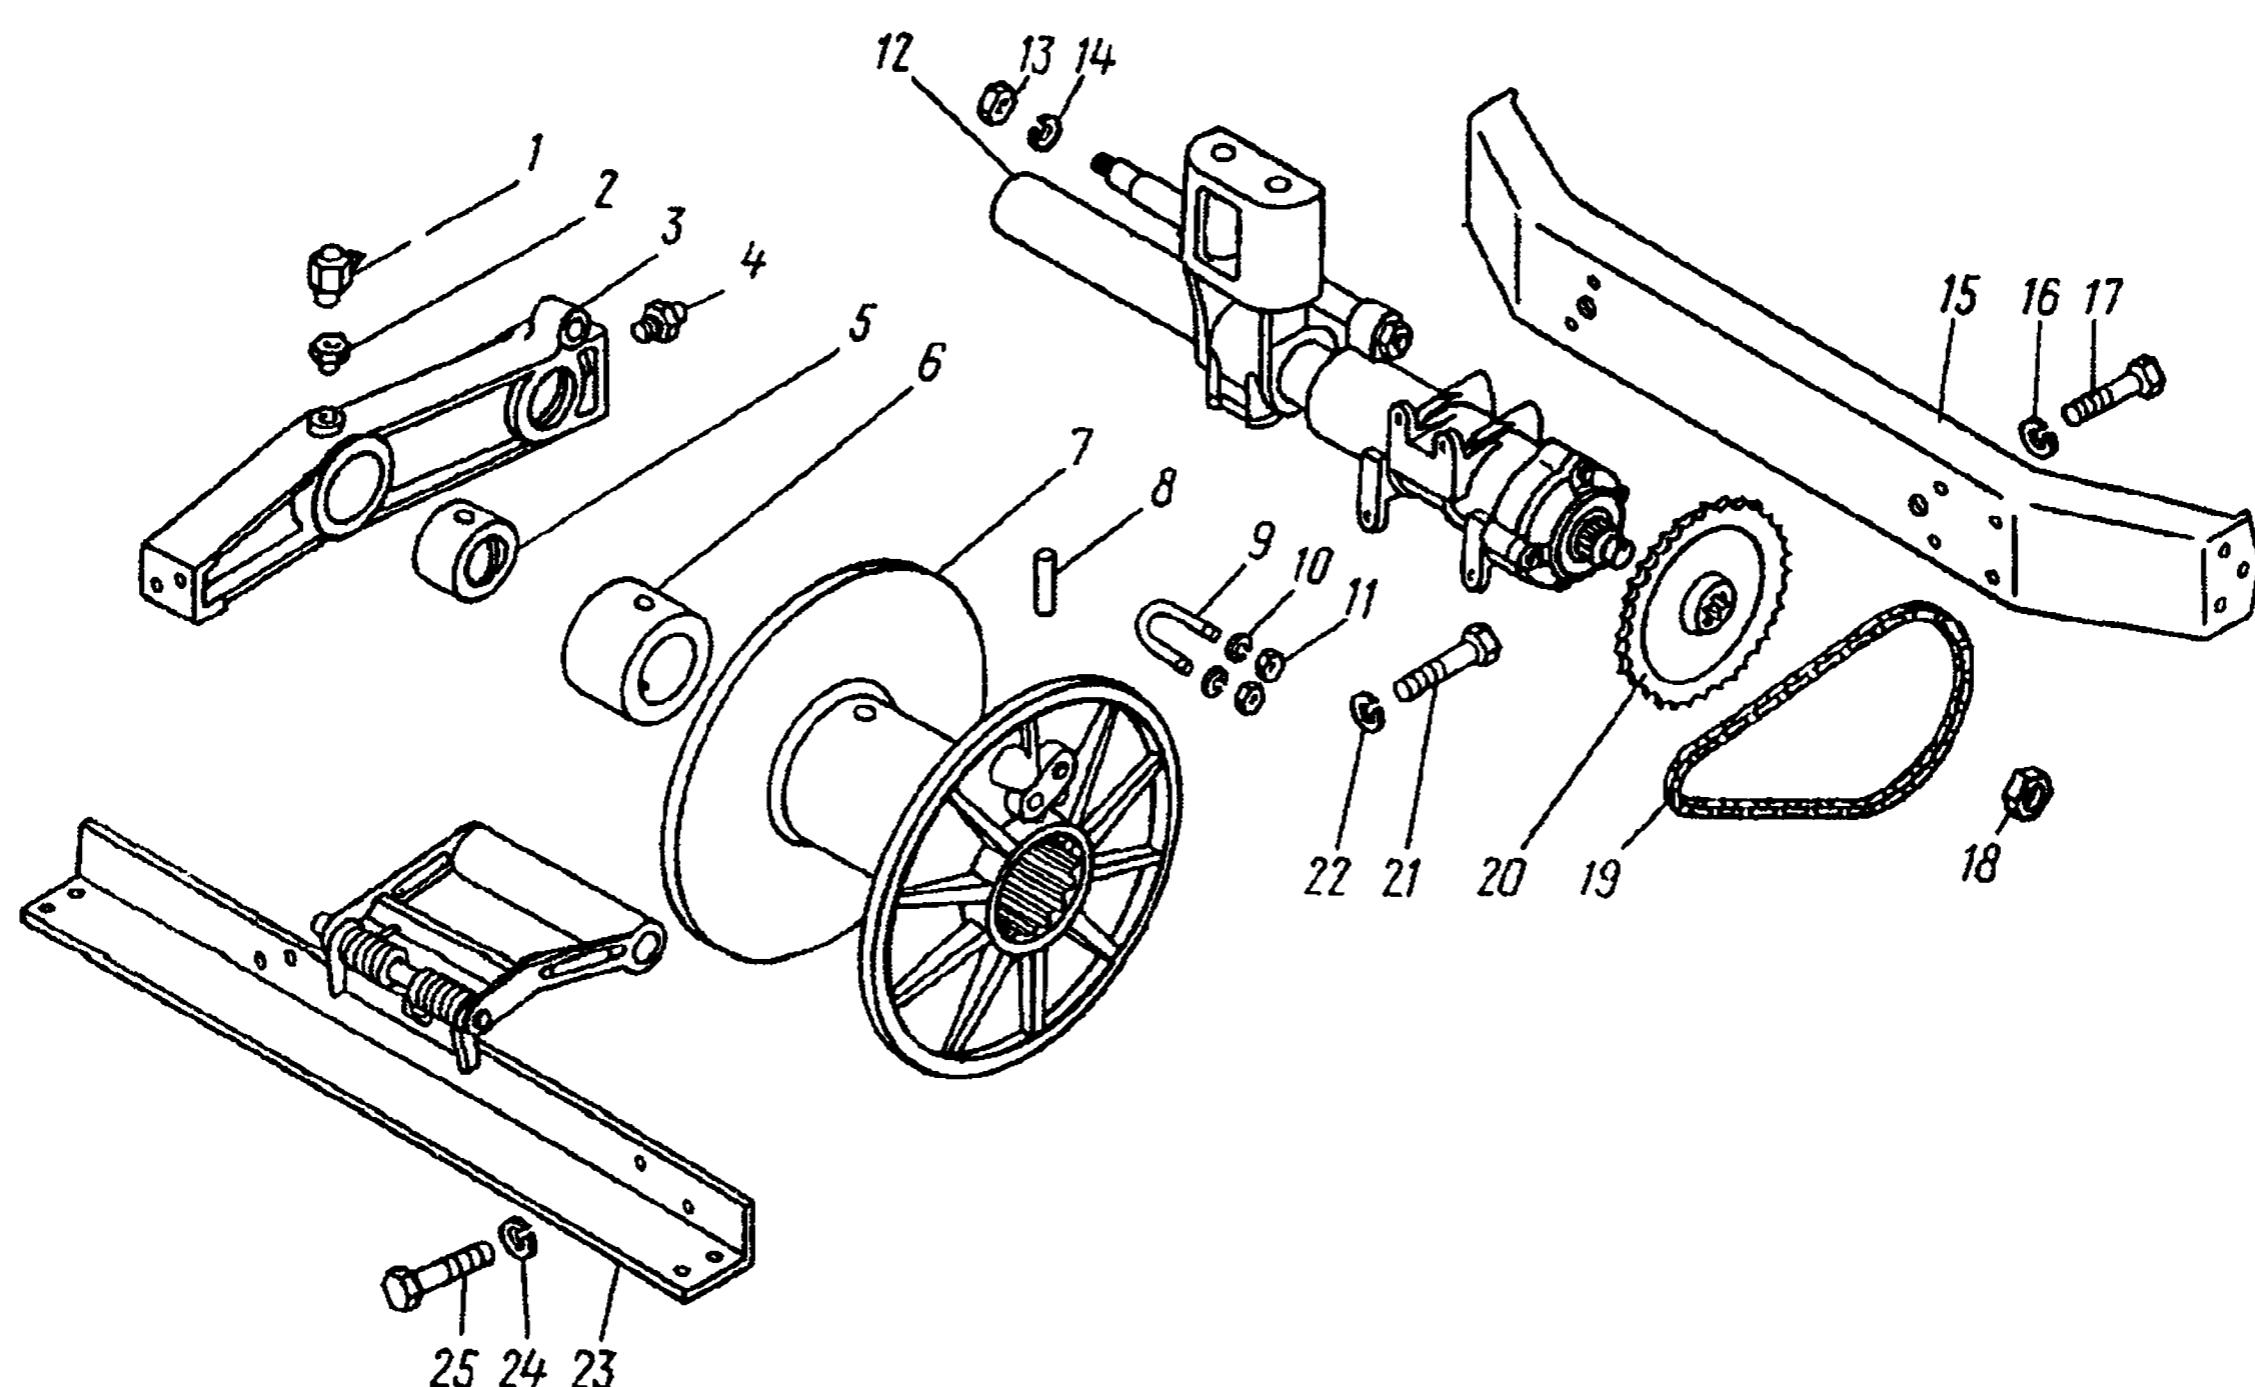

Рис. 339. Барабан лебедки:
2. Выверните болты 17, 25 (рис. 339), снимите шайбы 16, 24 и поперечины 15, 23 подвески лебедки в сборе с пажимным роликом троса	Ключ 19 мм